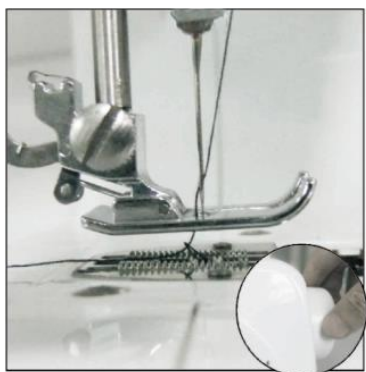

Abb. 9
- 3) Držite kraj gornjeg konca jednom rukom i drugom rukom okrenite kotačić suprotno od kazaljke na satu. Konac igle će podići navoj špulice i povući ga kroz rupu ispod igle (Abb.9).